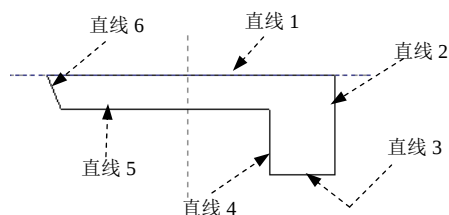

图 3.1.11 草绘截面的初步图形
c) 在 **草绘** 选项卡中单击“线链”命令按钮  中的 , 再单击按钮  线链, 绘制图 3.1.11 所示的 6 条直线 (绘制时不要太在意图中直线的大小和位置, 只要大概的形状与图 3.1.11 相似就可以)。